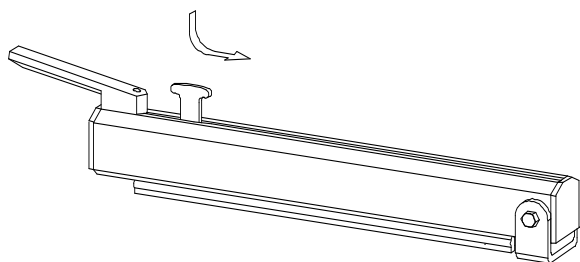

Fig.1
3. Folię można obciąć. W tym celu należy wcisnąć czerwony uchwyt noża i przejechać nim wzdłuż ramienia, w czasie, gdy ramię urządzenia jest opuszczone (Rys. 1).
3. Обрезание пленки производится нажатием на красный держатель ножа с последующим его перемещением вдоль рычага, находящегося в нажатом положении (рис. 1).